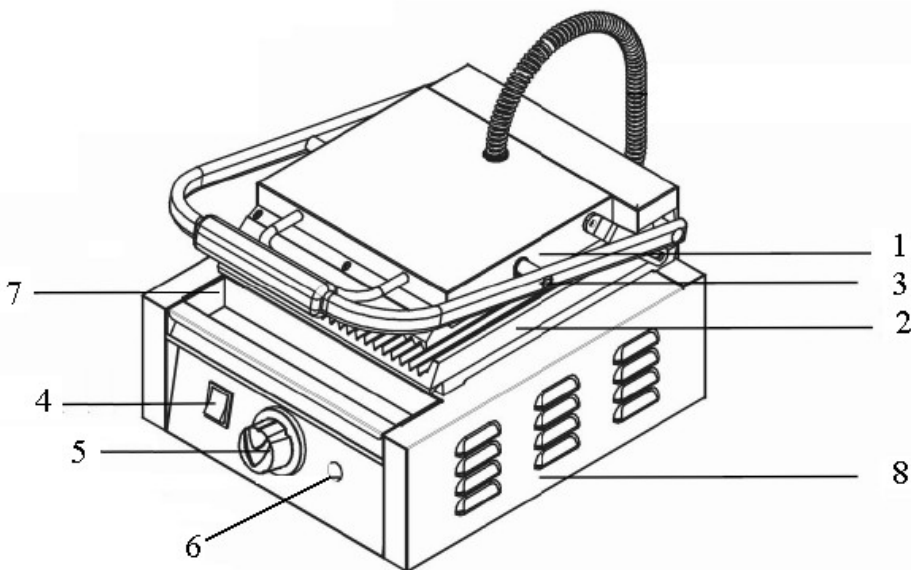

Рис. 1. Общий вид гриля.
1.2. Гриль состоит из следующих основных частей (рис. 1):